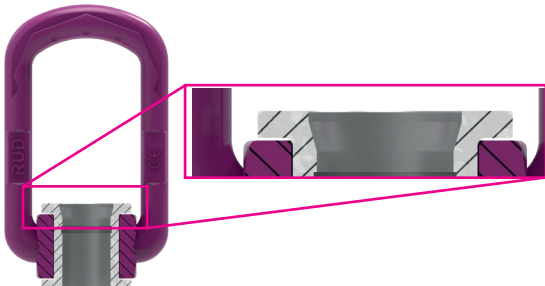

Рис. 9: VLBG-PLUS показан в разрезе. Фаска видна в верхней втулке.
1. Вставьте болт в отверстие втулки с фаской (см. Рис. 9).